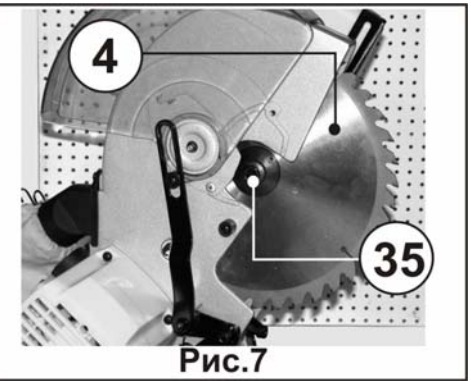
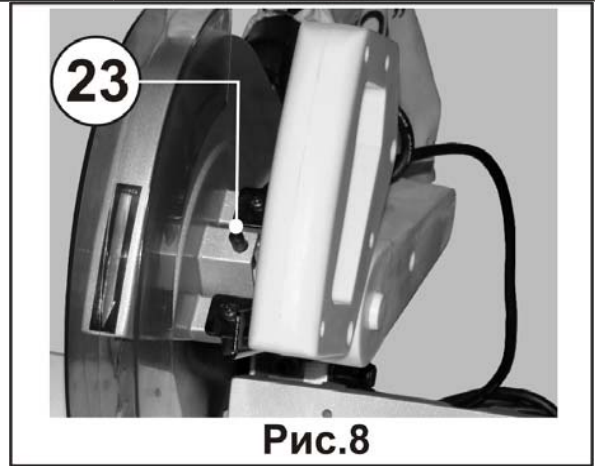

Рис.7
Рис.8
8.3.4. Установите переходное кольцо и пильный диск (4), Рис. 7, на шпindelь.
8.3.5. Установите винт (35) шпинделя, Рис. 7, в шпindelь, ввинчивая его до отказа рукой в направлении против часовой стрелки. После чего прилагаемым ключом затяните винт (35), одновременно нажимая на кнопку блокировки шпинделя (23), Рис. 8, тем самым удерживая шпindelь от вращения.